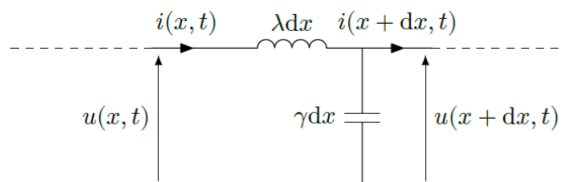

Figure 3 Schéma électrique d'une portion de ligne de longueur dx
I.B.3) Pour étudier les fluctuations de tension et d'intensité liées au bruit thermique d'une résistance, on place à la suite de celle-ci une ligne électrique bifilaire constituée de deux fils parallèles. Cette ligne est repérée par l'axe Ox . On considère dans cette question une portion de ligne de longueur infinitésimale dx et on note respectivement λ et γ les inductance et capacité linéiques de cette ligne (figure 3).